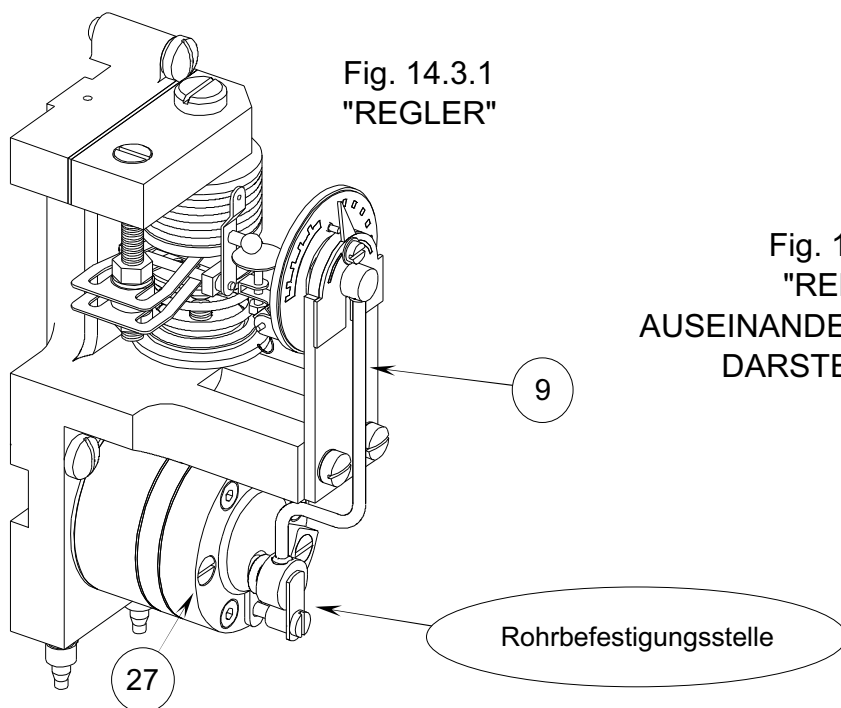

Fig. 14.3.2
Die Präsenz von Öl oder Kondenswasser in der zugeführten Luft kann die Reinigung der Membranen (31) und (35) und der inneren Teile des Relais (siehe Fig. 14.3.2) erforderlich machen. Zur Demontage des Relais folgendermaßen vorgehen:
- 4) Die drei Sechskantschrauben entfernen (28, Fig. 14.3.2), das Relais zerlegen und die Reinigung oder Auswechslung der Membranen durchführen.
- 5) Das Relais wieder zusammensetzen. Dabei exakt nach der Zeichnung auf Fig. 14.3.2. vorgehen.